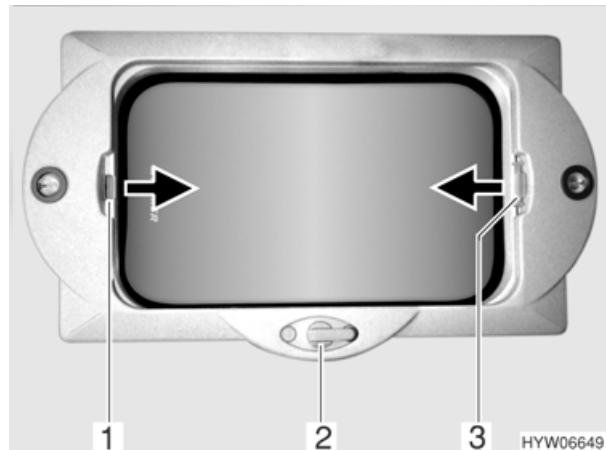

Bild 33 Kurbelhub-Dachlüfter
- Den Kurbelhub-Dachlüfter je nach Drehrichtung mit der Dachlüfterkurbel (Bild 33,2) heben (öffnen) oder senken (schließen). Die Verstellbarkeit ist beliebig.
- Faltverdunklung (Bild 33,3) bis zur gewünschten Position in Pfeilrichtung ziehen. Die Faltverdunklung bleibt in dieser Position stehen.
- Insektenschutzrollo (Bild 33,1) in Pfeilrichtung ziehen, bis es an der Faltverdunklung (Bild 33,3) anstößt.
- Griff am Insektenschutzrollo (Bild 33,1) drücken.